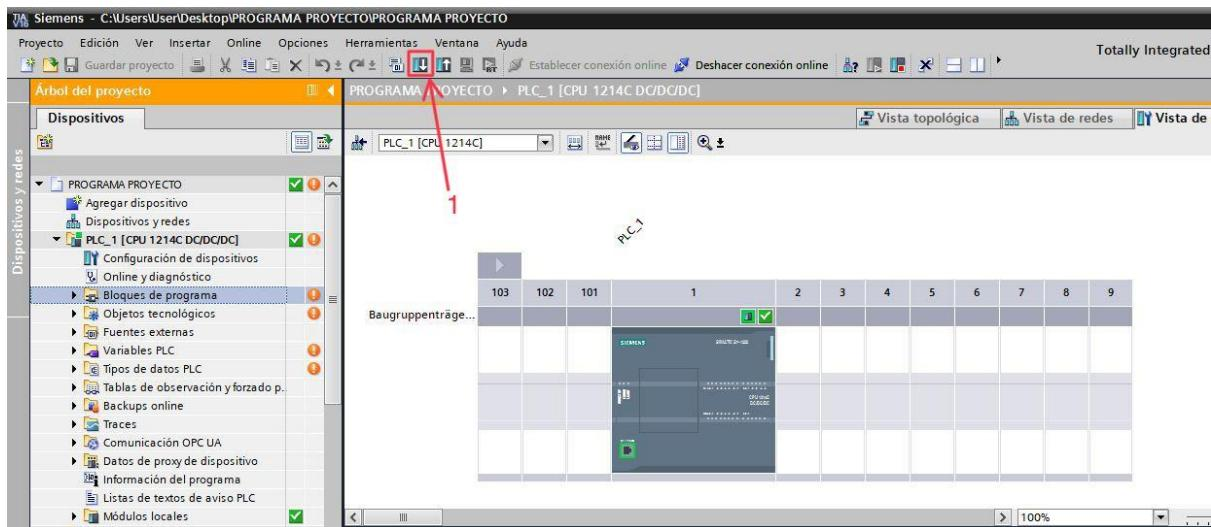

Ilustración 63
Una vez establecida la conexión con el autómata, la interfaz aparecerá de esta manera (*Ilustración 63*). A continuación, para poder transferir el programa al PLC le pulsaremos a *Cargar en dispositivo* (1).